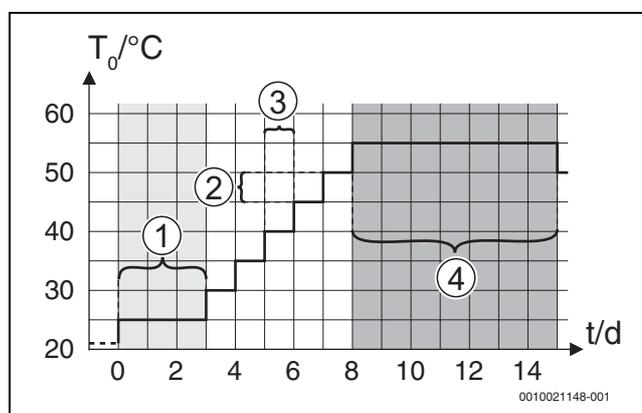
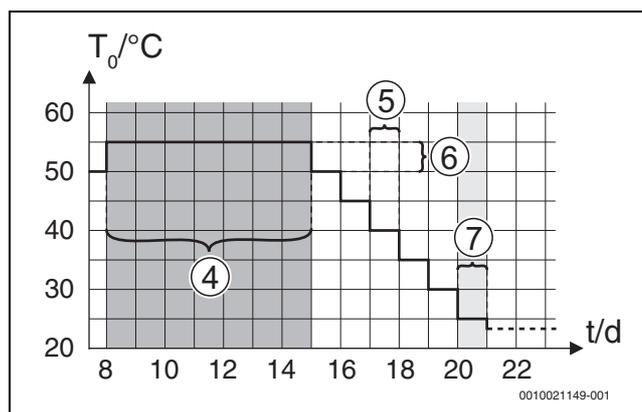

Fig. 8 Déroulement du séchage de dalle avec les réglages de base en phase de mise en température
Fig. 9 Déroulement du séchage de dalle avec les réglages de base en phase de refroidissement
**Légende de la fig. 8 et de la fig. 9:**
Délai d'attente avt démarr.	Sauter la phase : le programme de séchage de dalle démarre immédiatement pour les circuits de chauffage sélectionnés. [1 ... 50] jours : le programme de séchage de chape démarre après le délai réglé. Les circuits de chauffage sélectionnés sont arrêtés pendant le temps d'attente, la protection antigel est active (→ fig. 8, temps avant jour 0)
Tab. 9 Les réglages dans le menu Séchage de dalle (fig. 8 et 9 indiquent le réglage de base du programme de séchage de dalle)